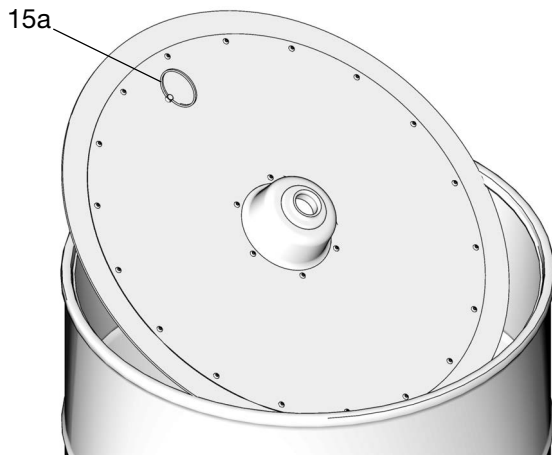

FIG. 25
4. S'il s'agit d'une installation existante, saisir l'anneau du plateau suiveur (15a) dans le fût et le tirer pour retirer le plateau suiveur (15) et le placer sur du papier, du carton ou des chiffons propres. Ne pas le poser sur le sol de l'atelier (FIG. 25).